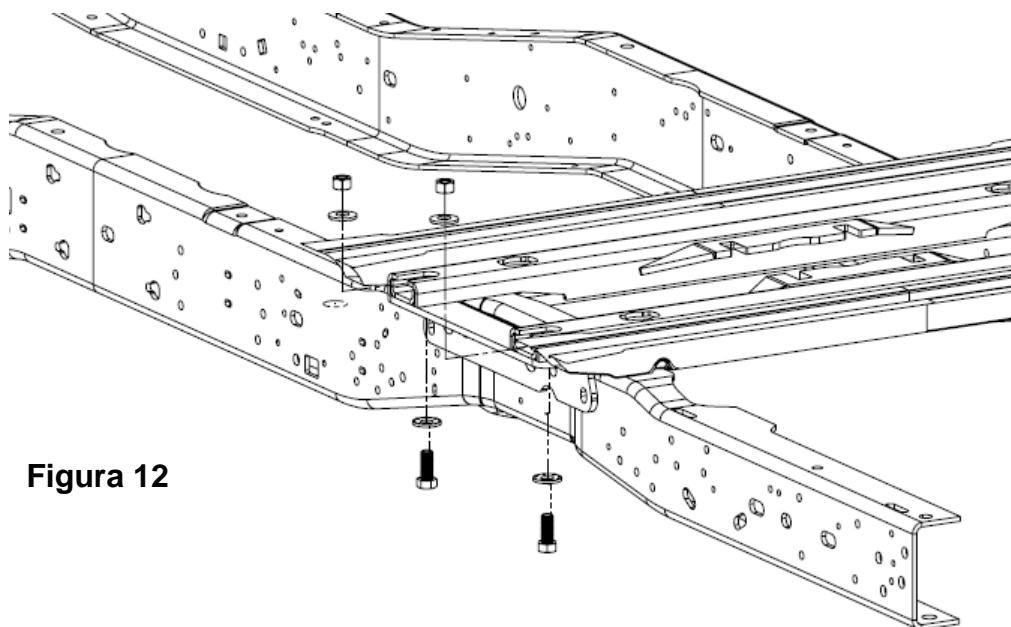

Figura 12
17. Sin apretar instale los soportes del bastidor (#2 y 3) (**Figura 1**) a los largueros del kit de montaje, usando pernos de 5/8" X 1 3/4" (#10) (**Figura 1**) de largo y arandelas cónicas (#11) (**Figura 1**) (debajo del soporte), arandelas cónicas (#11) (larguero interior), y tuerca de 5/8" (larguero interior) (#9) (**Figura 12**). Apriete a mano todos los pernos del kit de montaje.